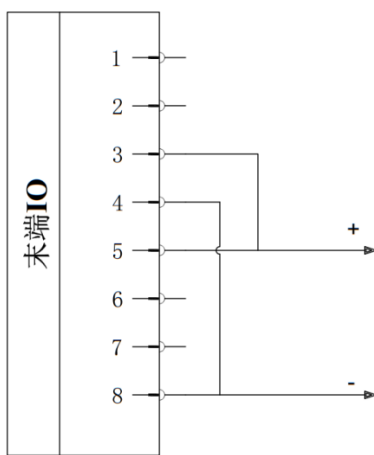

图 6-26 双针模式 1 接线
2) 接线方法: 如下**图 6-26**, 将电源线 (5 灰色) 与 TI3/TO3/PWR2 线 (3 绿色) 连接, 接地线 (8 红色) 与 TI2/TO2/GND2 线 (4 黄色) 连接。